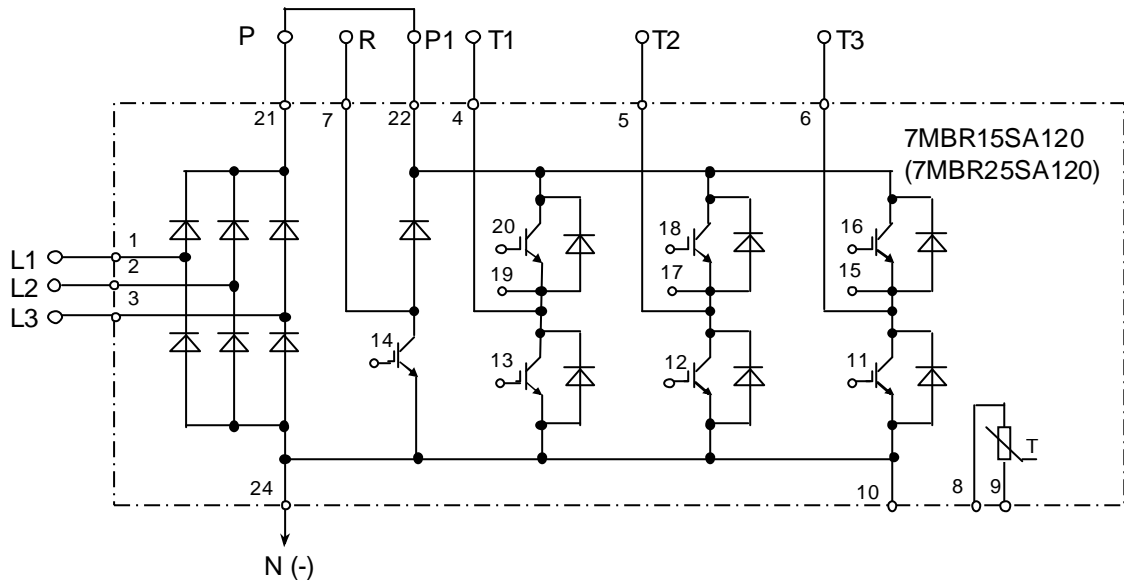

Рис. 4.4. Принципиальная схема матрицы IGBT 7MBR15SA120 (7MBR25SA120)
4.6.4. Электрическая принципиальная схема матрицы 7MBR15SA120 и 7MBR25SA120 приведена на рис.4.4 (на схеме также показаны внешние силовые клеммы ПЧ).